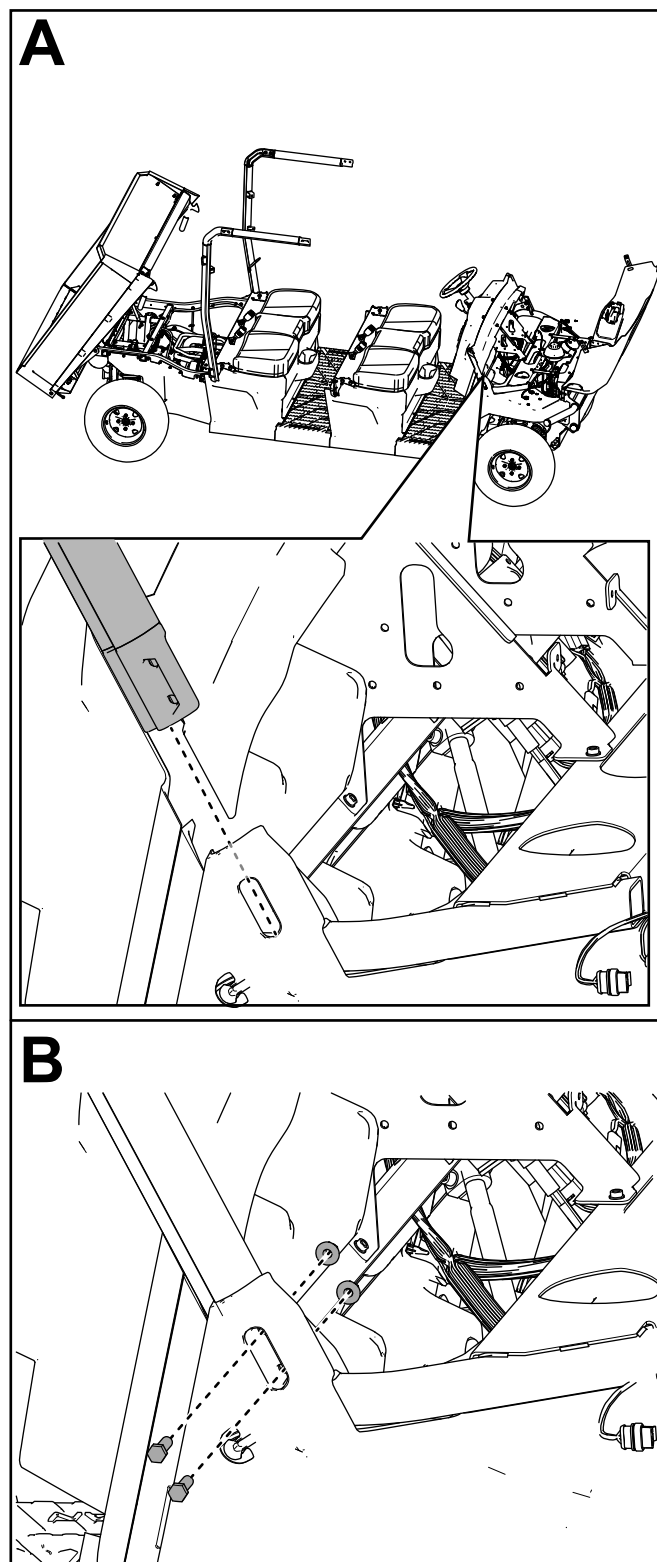

Figure 44
10. Fixez légèrement la barre avant droite de l'arceau de sécurité sur son support à l'aide de 2 boulons à tête hexagonale ($\frac{3}{8}$ x $1\frac{1}{4}$ po) et de 2 contre-écrous ($\frac{3}{8}$ po), comme montré à la Figure 44.